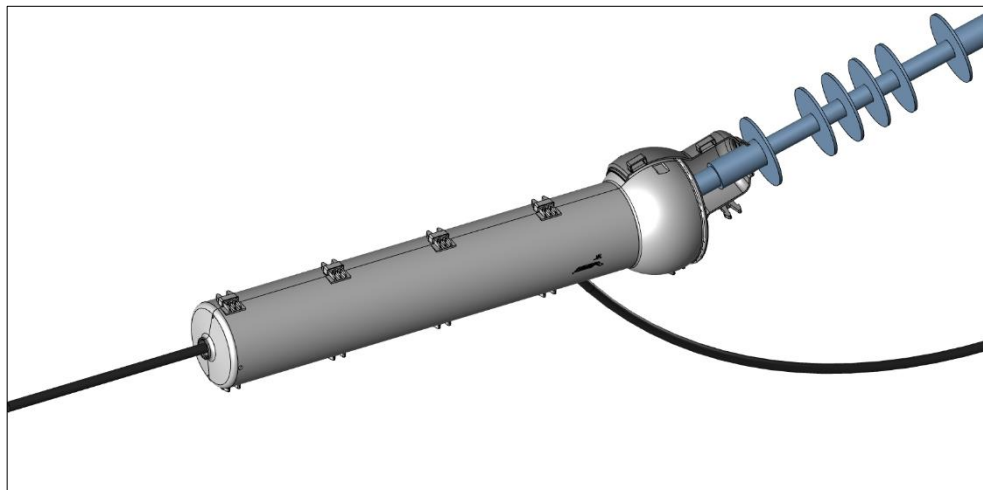

Рисунок 8
- 5.4.4. Приложить крышку сферического футляра к сферической части цилиндрического футляра (рисунок 8).